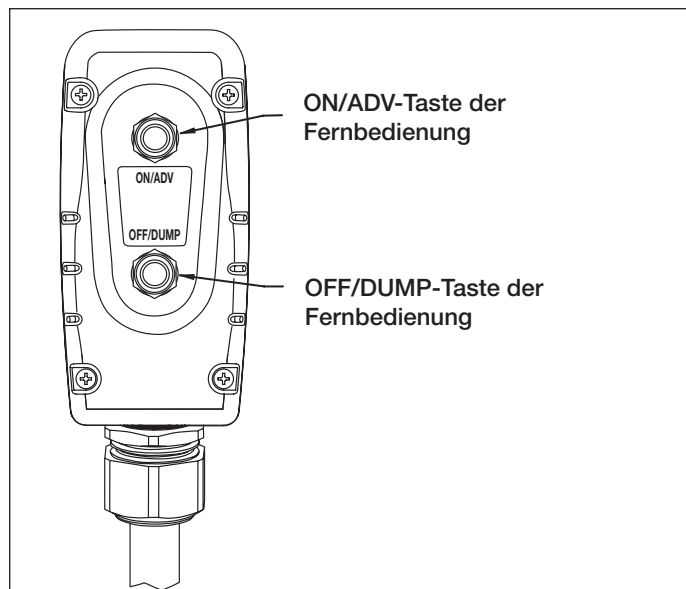

Abb. 7, Tasten der Fernbedienung
### 5.2 Fernbedienungsbetrieb (siehe Abb. 7)
5. Um die Pumpe zu starten, drücken Sie die „ON/ADV“-Taste auf der Fernbedienung. Siehe Abb. 7. Der Motor startet automatisch und der Schlüssel läuft vorwärts. Der Schlüssel bewegt sich weiter vorwärts, solange die Taste gedrückt wird.